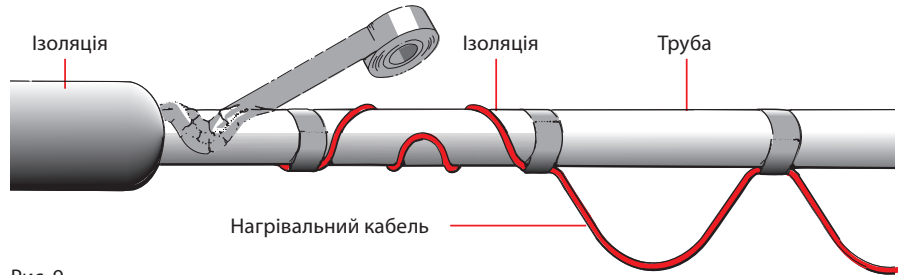

Рис. 9
2. Кабель кріпиться хвилями або по спіралі, див. рис. 9.